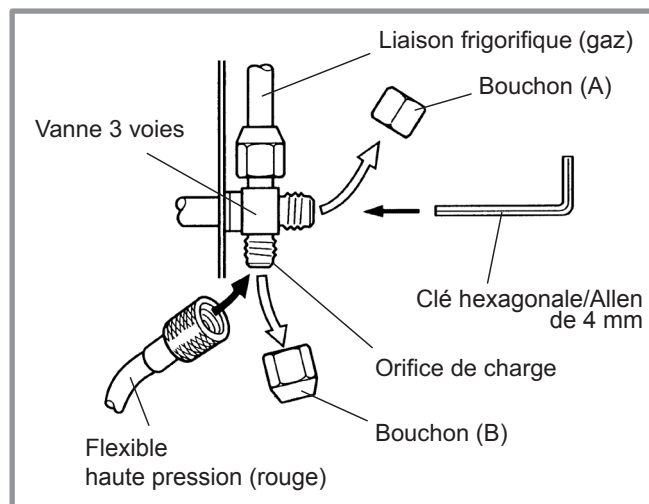

figure 19 - Raccordement du flexible sur la vanne gaz
- Retirer le bouchon de protection (B) de l'orifice de charge (Schrader) de la vanne gaz (gros diamètre).
- Raccorder le flexible haute pression du *Manifold* sur l'orifice de charge (figure 19).